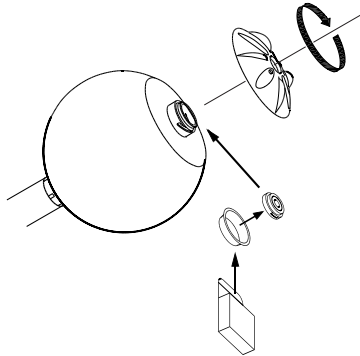

Fig. 8 : Mise en place de l'élément de sonde sur la DO 2
- Insérez l'élément de sonde dans le flotteur sphérique comme indiqué en fig. 8 (insérez les deux tenons de la face inférieure de l'élément de sonde dans les trous correspondants du transmetteur).
- ▶ enlevez l'ancien élément de sonde (voir fig. 5 ou fig. 8)
- ▶ montez un nouvel élément de sonde (voir fig. 5 ou fig. 8) (insérez les deux tenons de la face inférieure de l'élément de sonde dans les trous correspondants du transmetteur)